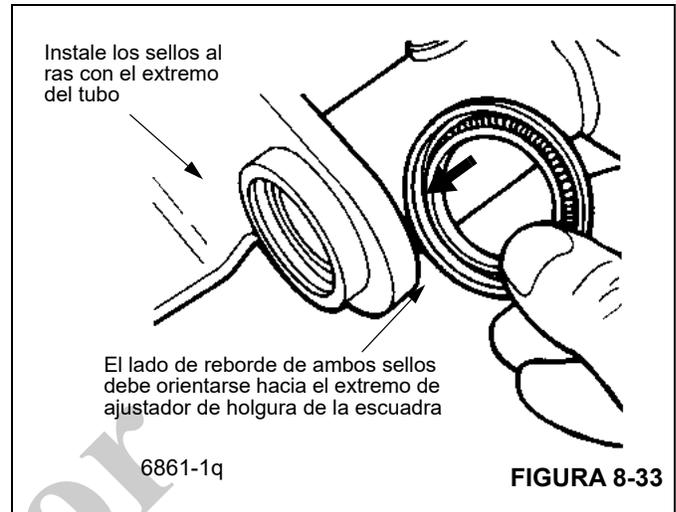

FIGURA 8-33
5. Instale nuevos sellos de grasa con un destornillador guiado de manera que los sellos estén a ras con el extremo del tubo de la escuadra de la cámara de aire (Figura 8-33).